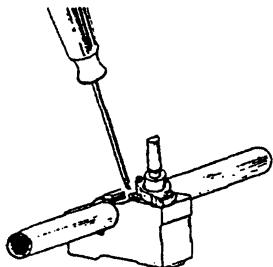

fig. 12 (S40 - S31)
- 2) Introduzir uma chave de parafuso no referido parafuso (fig.12);
- 3) Girar para o lado esquerdo para aumentar, para o lado direito para diminuir (fig.12).
- 2) Saet en skruetraekker i den dertil bestemte skrue (fig. 12).
- 3) Drej mod venstre for at forøge minimum, mod højre for at nedsætte den (fig. 12).
- 2) För in en skruvmejsel i den därtill avsedda skruven (fig. 12).
- 3) Vrid åt vänster för att öka, åt höger för att minska (fig. 12).